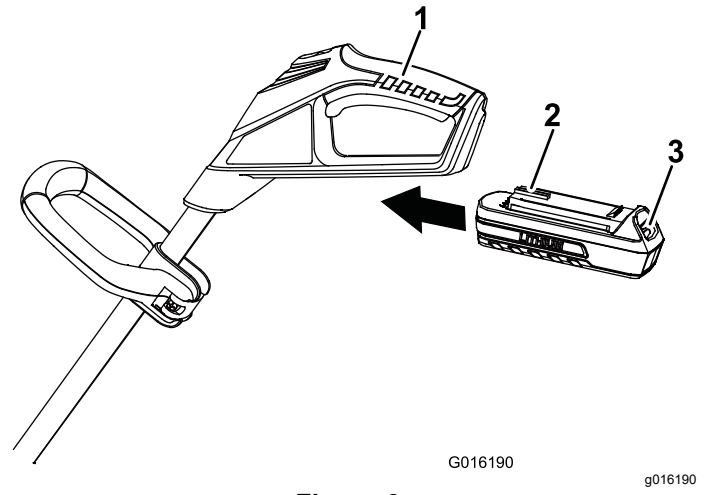

Figura 6
- Alinee la lengüeta de la batería con el hueco correspondiente de la carcasa de la empuñadura (Figura 6).
- Sujete la empuñadura del gatillo (Figura 6).
- Para arrancar la desbrozadora, deslice el interruptor de bloqueo hacia atrás a la posición de ENCENDIDO, y apriete el gatillo (Figura 6).